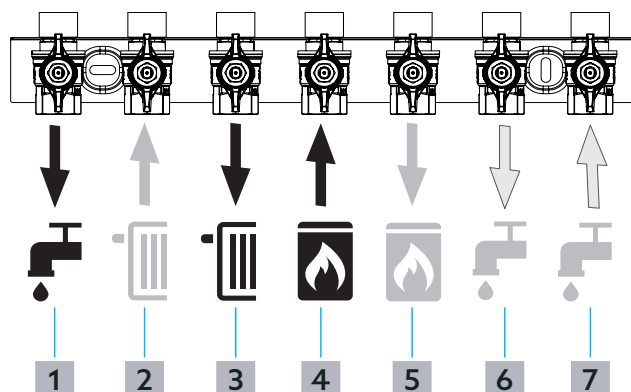

Fig. 10: Dispunerea racordurilor setului de racordare cu robineti sferici
- 3** Montați un inel de etanșare (vezi fig. 1 de la pag. 5 (7)) pe o țevă flexibilă din inox (vezi fig. 1 de la pag. 5 (1)) și înșurubați țeava flexibilă pe adaptor (vezi fig. 1 de la pag. 5 (11)) în racordul 3 (tur circuit de încălzire) (vezi fig. 10 de la pag. 10).
- 5** Montați un inel de etanșare pe o țevă flexibilă din inox și înșurubați țeava pe adaptor în racordul 2 (retur circuit de încălzire) (vezi fig. 10 de la pag. 10).